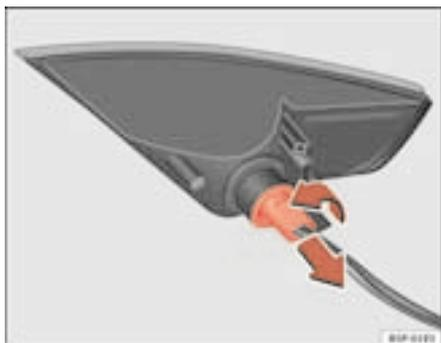

Fig. 190 Farolim retirado do pára-choques
- Rodar o porta-lâmpadas para a esquerda e extraí-lo no sentido da seta ⇒ fig. 190.